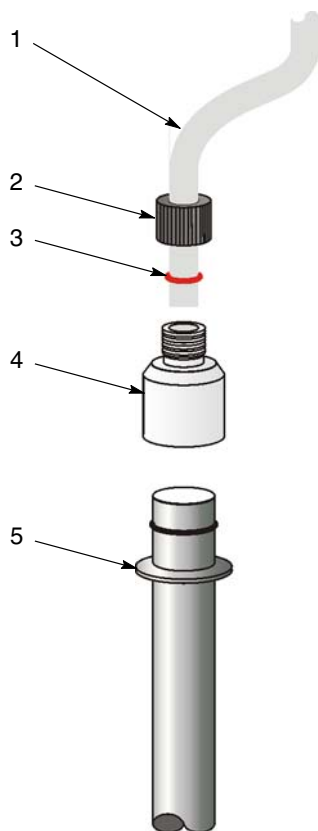

Bild 7 Adapter för sugrörssel
ANMÄRKNING: Adaptrar för sugrörssdelar kan levereras för sugrör med eller utan en extern O-ring. Bild 7 visar ett sugrör med en extern O-ring.
1. Se bild 7. Skär av sugrörets (1) ände vinkelrätt med hjälp av en slangavkapare.
2. Stick in ungefär 5 cm av sugslangen genom klämmuttern (2).
3. Sätt på O-ringen (3) på sugslangen.
4. Skjut in sugslangen i pumpadaptorn (4) tills att den bottnar.
7. Sätt adapterdelen på sugröret (5) med en vridande rörelse.